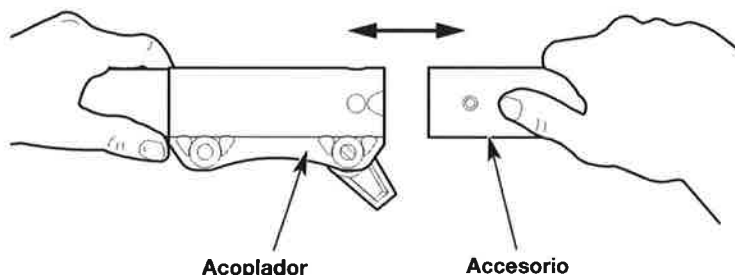
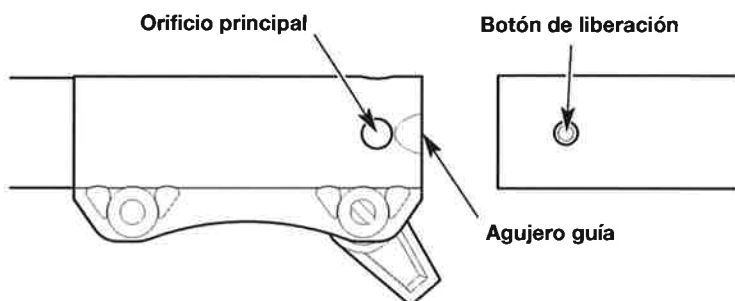

Fig. 5
Fig. 6
4. Alinee el botón de liberación con el embutimiento de la guía (Fig. 6).
5. Presione el accesorio directamente dentro del acoplador (Fig. 5) hasta que el botón de liberación encaje a presión firmemente del orificio principal (Fig. 6).
3. Oprima y mantenga apretado el botón de liberación (Fig. 6).
4. Tire del accesorio directamente hacia fuera del acoplador (Fig. 5).